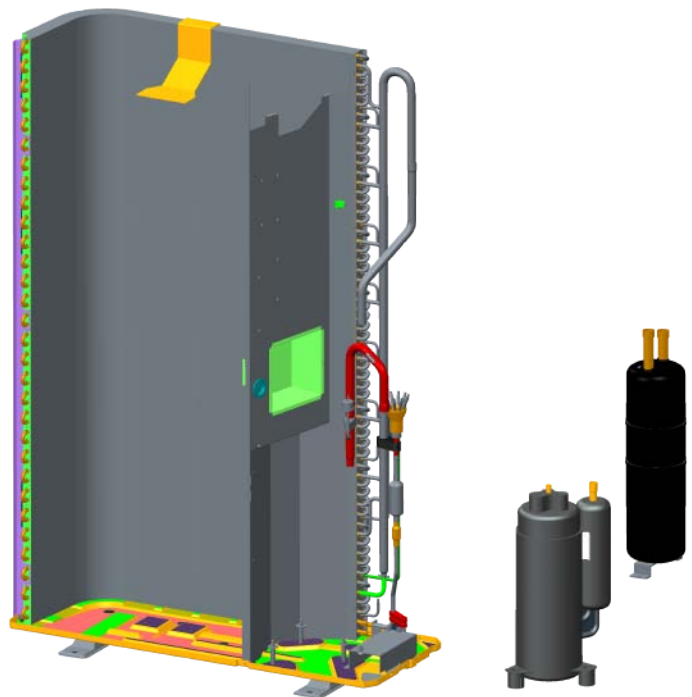

Fig.13
- Aflojar los tornillo de la base del compresor y sacar el compresor (Fig. 13)